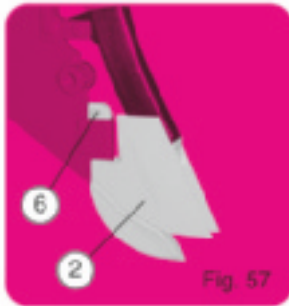

Fig. 57
- Enlever la pointe 7065a, puis mettre en place la pointe ② réf. 7065b (fig. 57). Bien écarter la goupille fendue ⑥ pour qu'elle ne touche pas aux disques ouvreurs.
- Quitar la punta 7065a, y después colocar en su lugar, la punta ② réf. 7065b (fig. 57). Abrir bien el pasador ⑥ para que no toque los discos abresurcos.
- Remove the shoe 7065a, then position the tip ② ref 7065b (fig. 57). Split open wide the pin ⑥ so that it does not touch the disc openers.